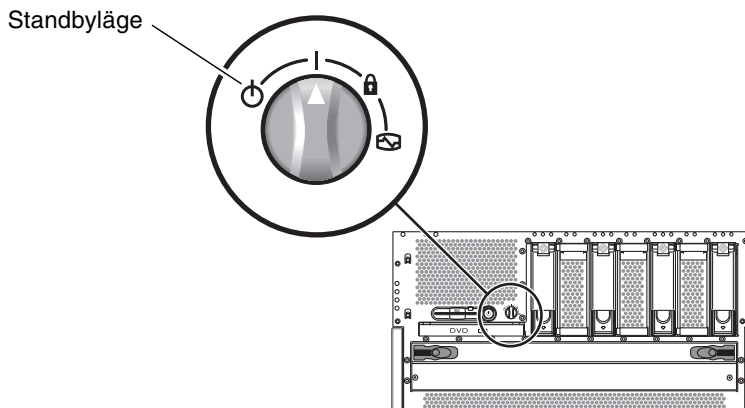

BILD 4-24 Ställa in kontrollväxeln på läget Standby
2. Ställ in kontrollväxeln på läget Standby (BILD 4-24).